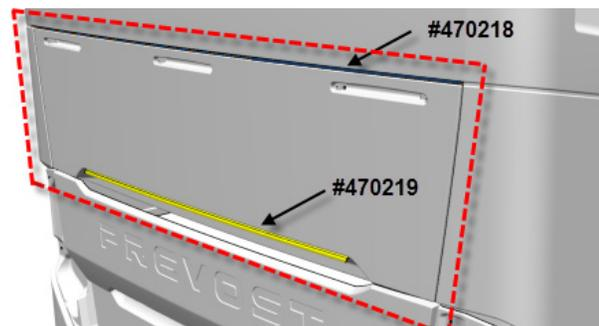

FIGURE 22
2. Enlever la saleté sur la partie inférieure de la trappe d'accès au **système de post-traitement des gaz d'échappement (ATS AfterTreatment System)** de même que sur la partie située juste au-dessus de la trappe d'accès de l'ATS (FIGURE 22). Il est très important d'installer le larmier sur une surface propre pour assurer l'étanchéité à l'eau.
**REMARQUE :** La FIGURE 22 montre à quel endroit les larmiers seront installés.